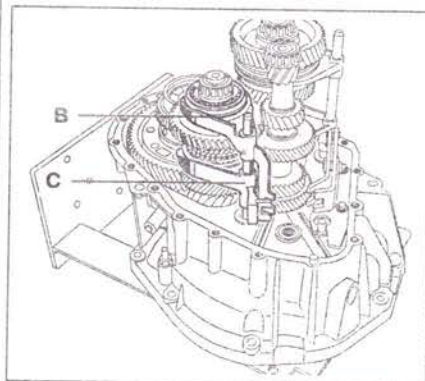

Рис. 5.44. Снимите сборку оси и зубчатой муфты заднего хода В, а затем вилку 3-й/4-й передач С.
10. Снимите сборку оси и зубчатой муфты заднего хода В, а затем вилку 3-й/4-й передач С (рис. 5.44).